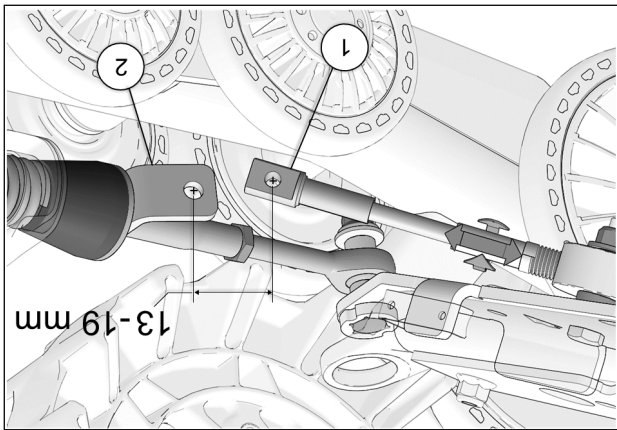

Fig. 23
17. Obtenir une distance de 13-19 mm du centre de l'extrémité du câble (1) au centre de l'extrémité du support de fixation (2). Voir la Fig. 23